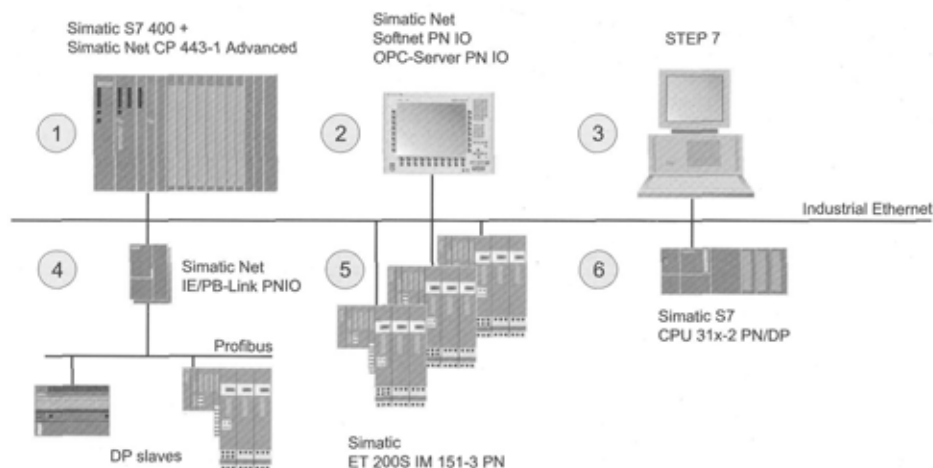

Рис. 4.20 Типичная конфигурация установки с Simatic-устройствами для Profinet IO
- Какие PLC и полевые приборы должны быть использованы? (см. рис. 4.20 и табл. 4.19)